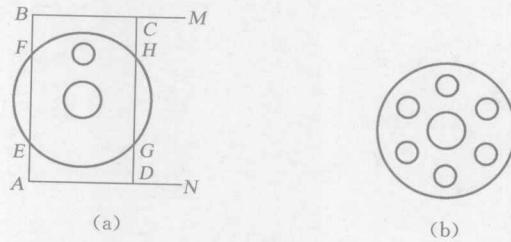

图 1-2
- (1) 练习 AutoCAD 的常用图形编辑命令,如 SELECT、ERASE、OOPS、BREAK、TRIM、EXTEND、UNDO、REDO、MOVE、STRETCH、ROTATE、MIRROR、MIRTEXT、COPY、ARRAY、OFFSET、SCALE、LENGTHEN、CHAMFER、FILLET、CHANGE、EXPLODE、PEDIT、DIVIDE、MEASURE、DIST 等。
- (2) 如图 1-2(a)所示,先画出此图,然后做下述操作:
- ① 用 ERASE 命令擦除若干图线,并用 OOPS 命令恢复。
- ② 用 BREAK 命令删除 CM 和 DN。
- ③ 用 TRIM 命令修剪 EF 和 GH。
- ④ 用 COPY 命令把 3 个圆复制到一个新位置,成为同心圆。
- ⑤ 用 ARRAY 命令生成题图 1-2(b)。
1 用 AutoCAD 绘制图 1-2 的步骤